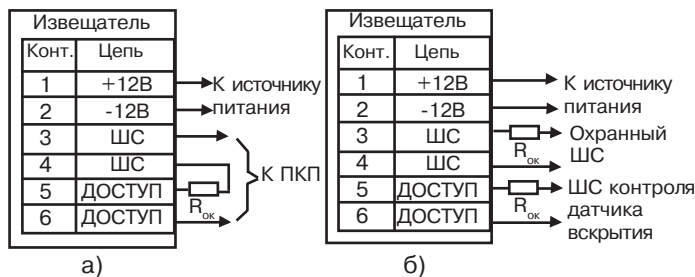

Рисунок 3
- Выполните соединения согласно рисунок 3а (для подключения в один ШС) или рисунок 3б (с контролем датчика вскрытия отдельным ШС).